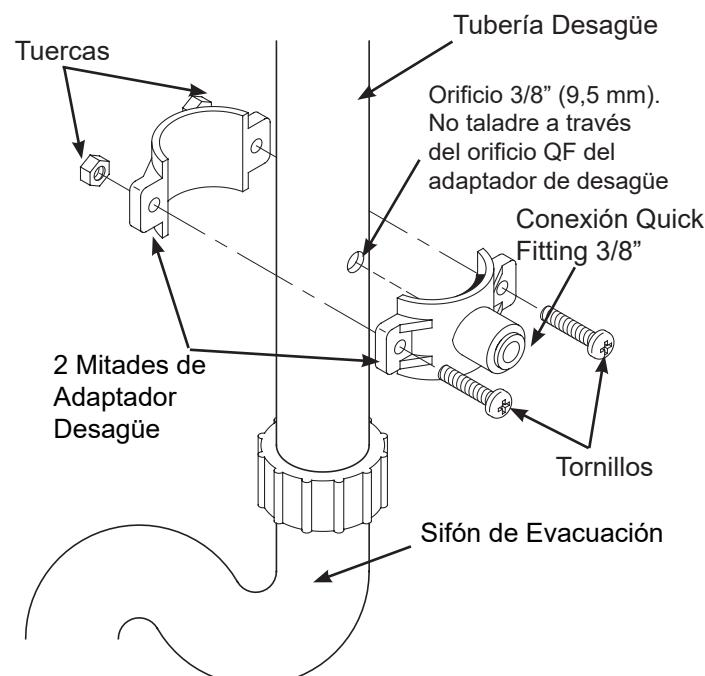

FIG. 7
1. Compruebe que las dos partes de la abrazadera de desagüe se ajustan al tubo de desagüe, aproximadamente 6 pulgadas (15 cm) por encima del sifón (fig. 7). Asegúrese que la conexión QF es hacia el equipo de ósmosis.
2. Usando el orificio de la conexión QF del tubo como una guía, marque la tubería donde se perforará un agujero de 3/8 « (9.5 mm) y retire el adaptador de drenaje de la tubería (fig. 7).
5. Enrosque las tuercas y los tornillos, como se muestra en la fig. 7, y apriete ambos lados por igual para asegurar la correcta colocación del adaptador de desagüe en la tubería. Apriete firmemente, pero sin forzar, a fin de no romper la abrazadera o apretar demasiado fuerte el tubo de desagüe.